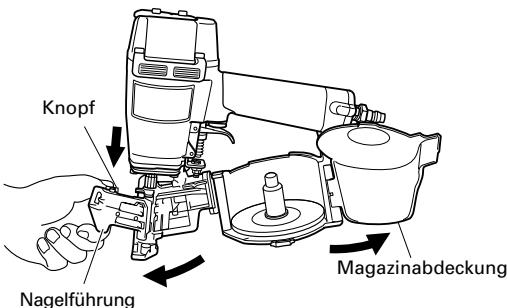

Abb. 1
- (1) Ergreifen Sie die Nagelführung und den Knopf mit Ihren Fingern. Drücken Sie den Knopf nach unten und schwenken Sie die Nagelführung auf. Öffnen Sie dann die Magazinabdeckung. (Abb. 1)